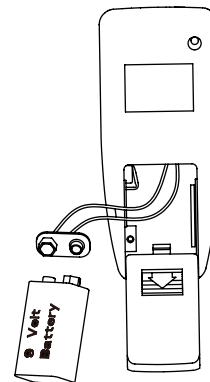

Fig. 24
Étape 2: Retirer le couvercle de la batterie, connecter une batterie de 9V (fournie) en respectant la polarité et remettre le couvercle de la batterie en place (Fig 24).